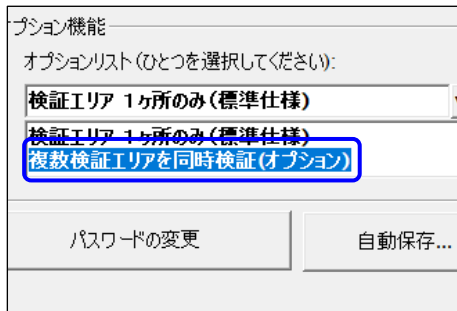

図6: [複数検証エリアを同時検証(オプション)]
6. [セットアップ] タブをクリックし、[オプション機能] セクションで [複数検証エリアを同時検証(オプション)] を選択します（図6）。